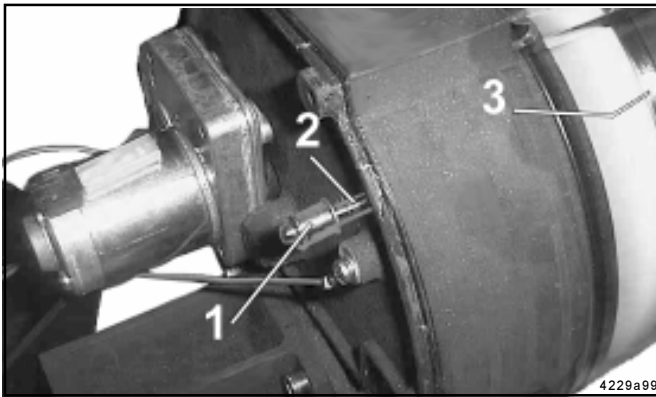

Abb. 17 -Teile der Leermeldung bei dem QLS 301
- Wenn der Behälter leer ist, bewegt die Folgeplatte 3, Abb. 17 und 19 des Behälters den Stift 2 Abb. 17 mit dem Magneten 1 an einer Platine vorbei und löst eine externe Leermeldung aus.